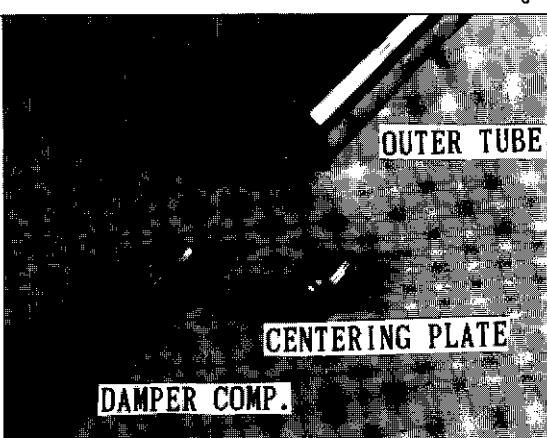

Fig. 6
- 11) Rimuovere il pompare completo e la bussola di centraggio del tubo esterno (Fig. 6).
- 11) Remove the damper comp. and the centering plate from the outer tube (Fig. 6).
- 11) Oter le dispositif de pompage complet et la douille de centrage du tube extérieur (Fig. 6).
- 11) Das vollständige Pumpenelement und die Zentrierbuchse vom äusseren Rohr entfernen (Bild 6).
- 11) Remover el elemento de bombeo y el marguito de centrado con el tubo exterior (Fig. 6).